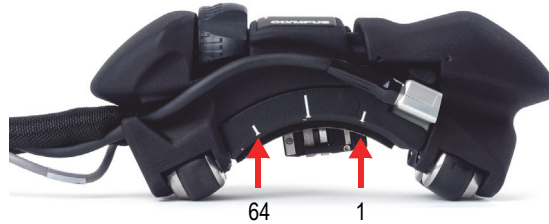

Figura 4-5 Marcas de los elementos de la sonda en la suela (zapata)
- Use un marcador para hacer una primera marca en la tubería que corresponde al elemento 1 de la sonda (vea la Figura 4-5 en la página 48), y otra en correspondencia con el elemento 64 de la sonda. Desplace las marcas hacia